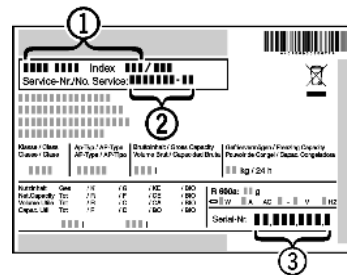

Fig. 70
- ▶ Označení přístroje Fig. 70 (1), servisní číslo Fig. 70 (2) a sériové číslo Fig. 70 (3) naleznete na typovém štítku. Identifikační typový štítek je umístěn na levé vnitřní stěně přístroje.